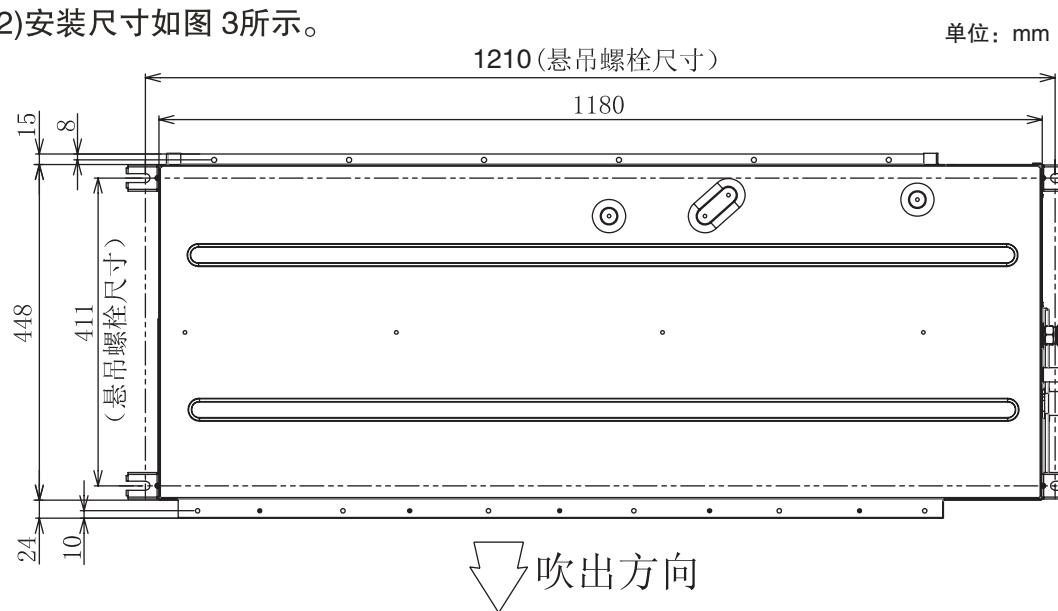

图3 悬吊螺栓
(1) 标示悬吊螺栓位置、制冷剂管连接位置和排水管连接位置。
(2) 安装尺寸如图3所示。